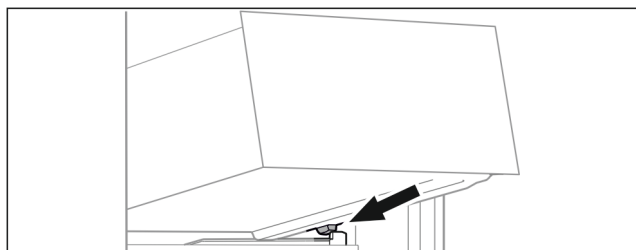

Fig. 63
- ▶ Nasadte zásuvku šikmo za zarážku na žebrování na nádoby. (viz Fig. 63)